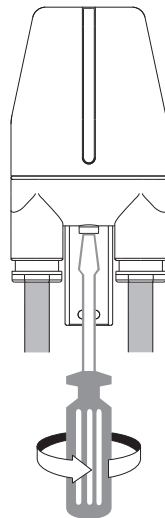

fig.7
- fixar a calota fechando os parafusos da parte inferior da base, rodar os parafusos até a calota tocar na guarnição e garantir o encerramento hermético(fig.7)